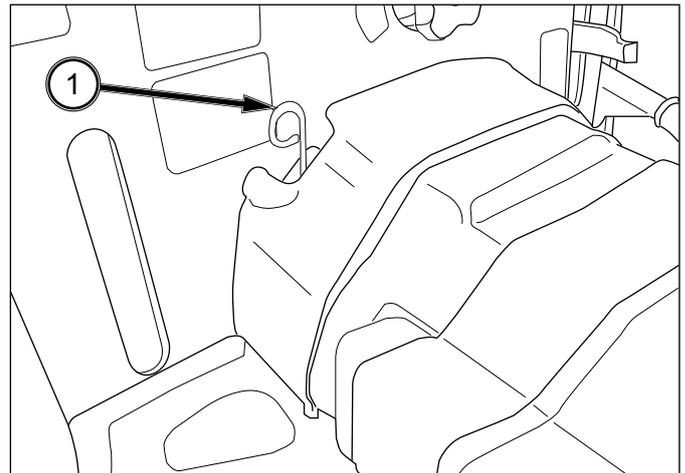

FIG. 6-16
FIGS. 6-16 & 6-17: Pour vérifier le niveau d'huile de transmission, gardez le tracteur sur un sol de niveau et retirez la jauge d'huile (1). Le niveau d'huile doit se trouver entre le repère A et l'extrémité de la jauge d'huile B. Au besoin, complétez le niveau en retirant le bouchon de remplissage (2) et en ajoutant l'huile par l'ouverture.